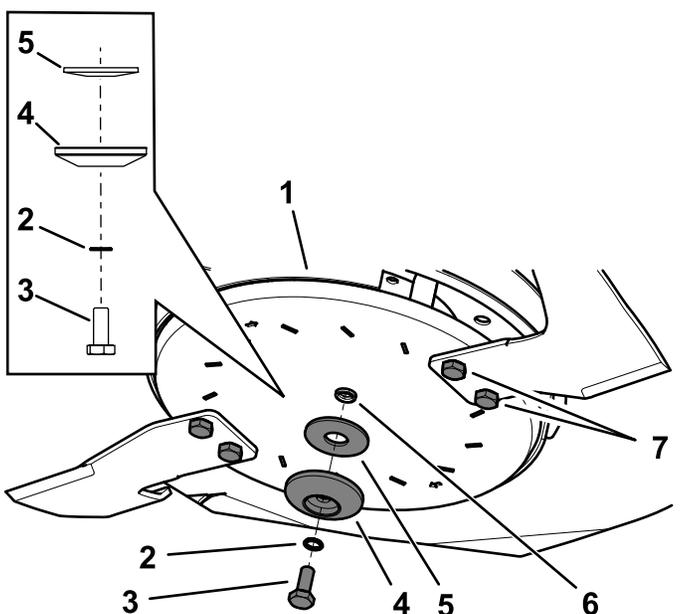

Figura 111
2. Instale el conjunto de cuchillas laterales con el perno de disco, la arandela dentada, la pieza de sujeción y la arandela curva que retiró anteriormente (Figura 111).